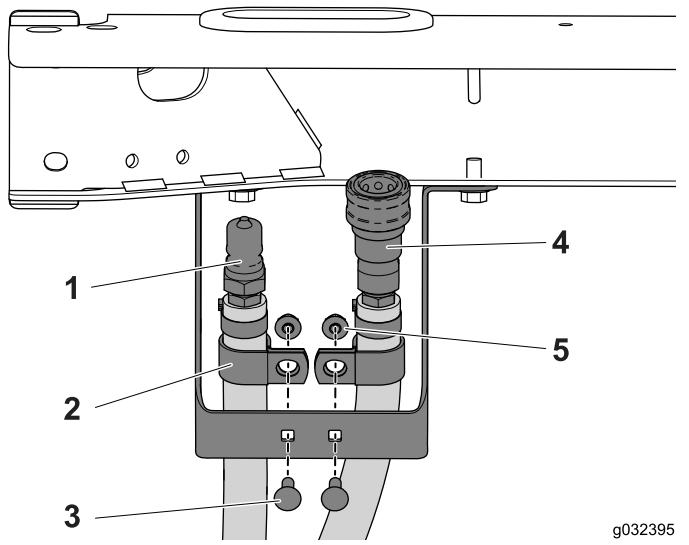

Bild 18
3. Schieben Sie eine R-Klemme auf jeden Schlauch (Bild 18).
4. Befestigen Sie die R-Klemme und den Schlauch mit den zwei Schlossschrauben (1/4" x 3/4") und Bundmuttern an der Halterungsbefestigung (Bild 18).